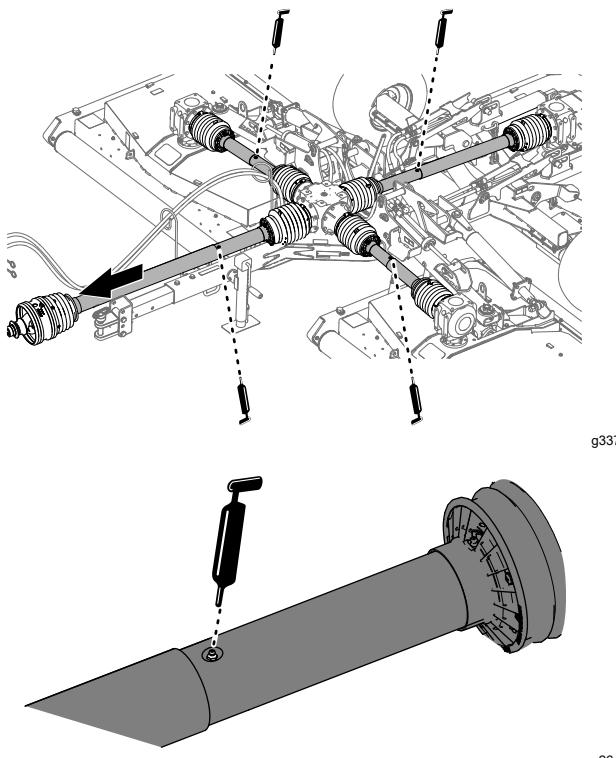

Figura 49
1. Extienda parcialmente el árbol de la TDF para tener acceso al engrasador situado cerca del centro del protector interior del árbol de transmisión (Figura 49).
2. Aplique grasa a los 4 engrasadores de las articulaciones telescopicas de los árboles de transmisión, como se muestra en la Figura 49.